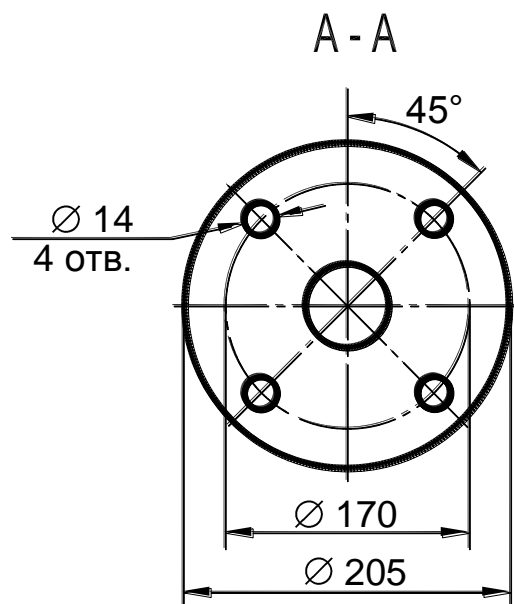

Рис. 1
1.2. Для трансформатора, имеющего расширитель, в котором масло полностью защищено от соприкосновения с окружающим воздухом (расширитель с гибкой оболочкой), предназначен маслоуказатель типа МС1 по рис. 1.
Для трансформатора, имеющего расширитель без гибкой оболочки, и расширителя для контактора РПН предназначен маслоуказатель типа МС2 по рис. 1.